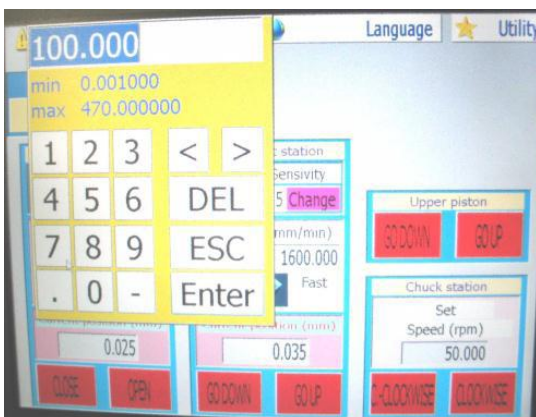

Рисунок 9
4.1. Практически все скорости и обороты в минуту можно изменить. Нажмите на экране значение, которое вы хотите изменить и внесите в появившееся после нажатия поле необходимое значение скорости или оборотов (Рис. 9). Подтвердите ваш выбор, нажав ОК, или выйдите из закладки, нажав ESC, без сохранения изменений. В случае если вы выбрали недопустимое значение, оно не будет принято, допустимые значения показаны на экране. Вы можете выбрать одну из двух пред-установленных скоростей для нарезочной станции. Используя сенсорный экран вы можете выбирать между медленной и быстрой скоростью.